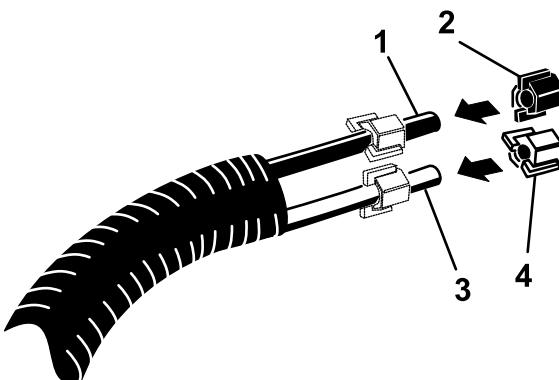

図 12
- 露出させた泡チューブに、プラスチック製のチューブ・クランプを取り付ける。青いチューブ（液用）には青いクランプ、透明チューブ（空気用）には白いクランプを使用する（図 12）。